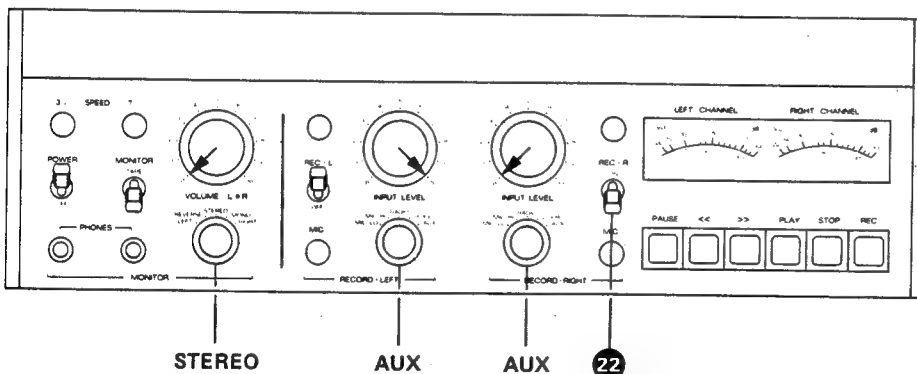

Fig. 6.4.-2
- Bedienungselemente nach Fig. 6.4.-2 einstellen.
- NF-Generator auf gleichem Pegel belasten (1000 Hz, 0,775 V am Ausgang). Anschluss AUX INPUT (48). Beide VU-Meter zeigen 0 VU.
- Zusätzlich Aufnahmevorwählschalter REC-R (22) auf ON. Nur linkes VU-Meter zeigt 0 VU.